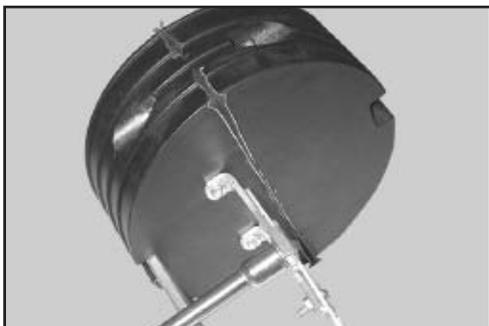

Figura 37
8.4 Con una llave de tubo, suelte la tuerca del soporte “L”, enganche el elemento de tracción del cable y apriete nuevamente la tuerca (Figura 37).